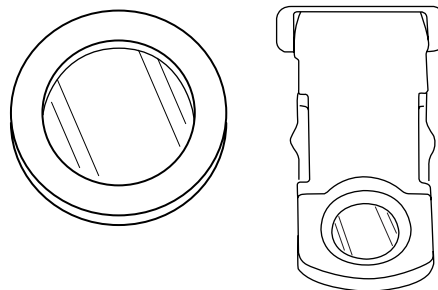

Рис. 17. Устройство простой поляризации
- Установите рукоятку переключения светового потока **4** в положение для наблюдения через окуляры. Наблюдая объект через окуляры, найдите отличительную точку в поле зрения (легко идентифицируемую цель, такую как точка *S* на рис. 17 а), переместите объект на предметном столике так, чтобы данная точка находилась в центре поля зрения, как показано на рис. 17 б. Для этой процедуры вместо обычного препарата удобно использовать специальный калибровочный слайд с перекрестием, а вместо обычного окуляра – окуляр с перекрестием.